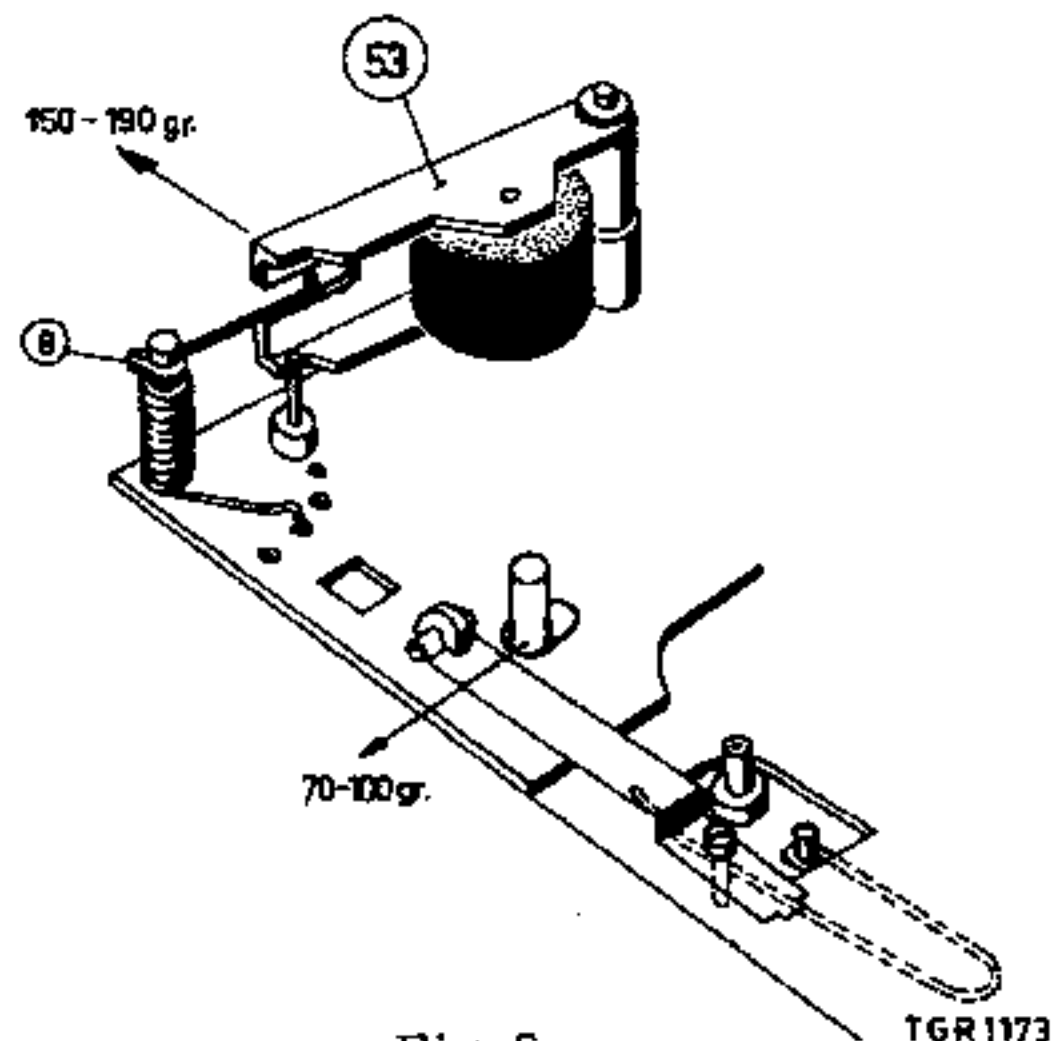

Fig. 5
- . De kracht die nodig is om de drukrol net vrij van de toonas te trekken, moet liggen tussen de 170 ± 20 gram, zie fig. 5.
In het geval van een te laag koppel van de opspoelfrictie, dient eerst de druk van de poelie tegen de spoelschotel gemeten te worden, als aangegeven in fig. 5.
- De druk van de opspoelfrictie tegen de rechterspoelschotel moet  $85 \pm 15$  gr bedragen, zie fig. 5.